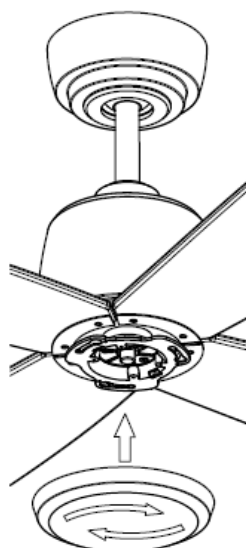

Fig. 9
- Fissare la copertura inferiore sull'asse del motore ruotandolo in senso orario. Fig.9.